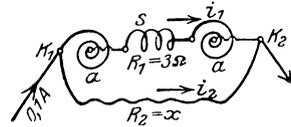

Abb. 24. Abgleichung des Eigenwiderstandes von Drehspulinstrumenten zu Aufgabe 88.
88. Es soll ein lohmiges Westongalvanometer mit der Konstanten $K = \frac{1}{1000}$ gebaut werden. Leider stellt sich heraus, daß der Widerstand der beiden Federn aa in Abb. 24 und der Spule s bereits $3 [2,5] \Omega$ beträgt. Man muß daher parallel zu diesem Widerstand einen Widerstand R_2 legen, so daß der Kombinationswiderstand beider 1Ω ist.